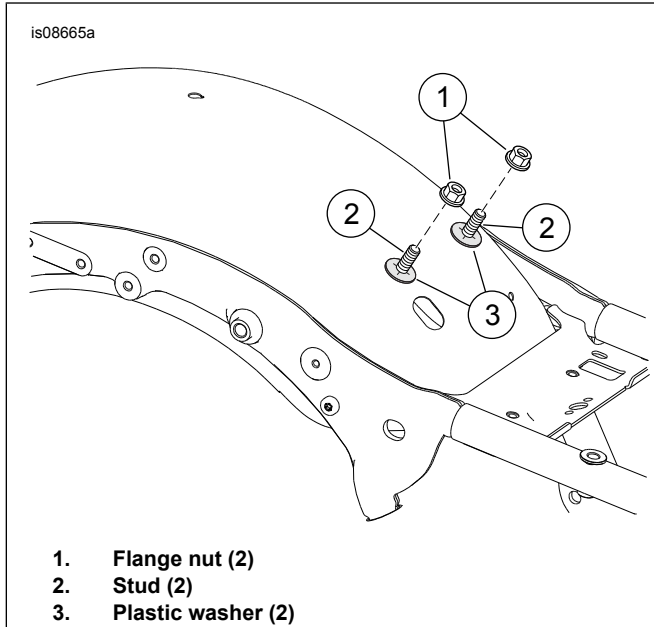

Figure 2. Pang-mount na Hardware
3. Tingnan ang Figure 2 . Alisin ang mga nut (1). Iwanan ang mga washer (3) at stud (2) sa puwesto.
5. Figure 2 Ilagay ang pang-mount na base sa ibabaw ng mga stud (2) at plastic washer (3).